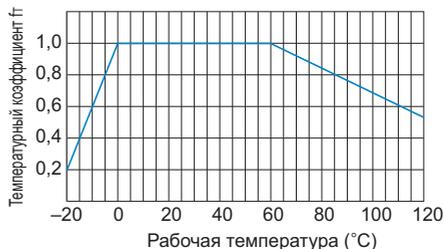

Рис.2 Температурный коэффициент
Рост температуры переходной гайки сверх пределов нормального диапазона уменьшает устойчивость гайки к образованию задиrow и прочность материала. Следовательно, необходимо умножить допустимый динамический крутящий момент ( $T$ ) и допустимую динамическую тяговую нагрузку ( $F$ ) на соответствующий температурный коэффициент, указанный на Рис.2.
- $f_T$  : температурный коэффициент (см. Рис.2)